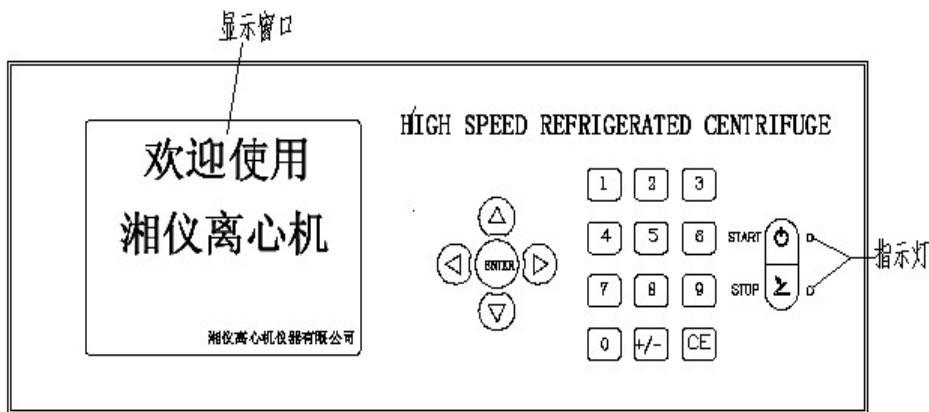

图 4
3.6、仪器面板按键说明：如图 4
[CE]键： 在工作主界面（图 4）的下方，用于切换当前的转速、离心力、时间、温度参数显示。